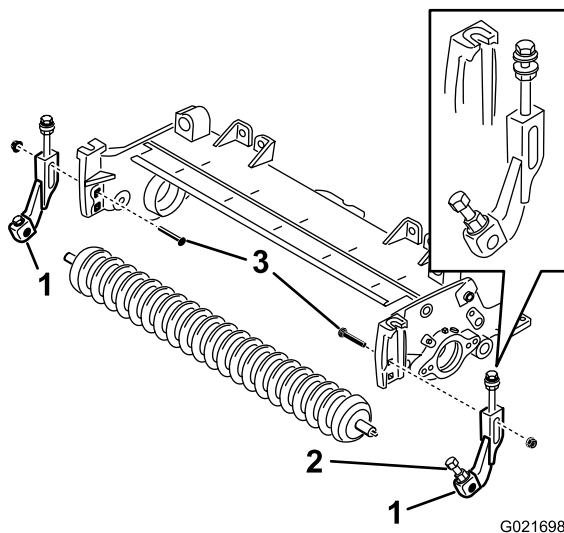

図 6
11. 新しい刈高ブラケット（左右とも）を既存のローラに仮止めする；新しい 5/16 x 1-1/8 インチ・ボルトと 5/16 インチ・フランジヘッドロックナットを使用する。刈高ブラケットは図 6 のように組み付ける。
12. 各サイドプレートの上側の四角穴を利用して、刈高ブラケットをカッティングユニットのサイドプレートに仮止めする；先ほど外したキャリッジボルトと、新しい 3/8 インチのフランジナット（2個）を使用し、図 6 のように仮止めする。
14. ローラが左右の刈高ブラケットの中央に来るように位置を調整し、ブラケットについているボルトとロックナットを締めて固定する（図 6）。